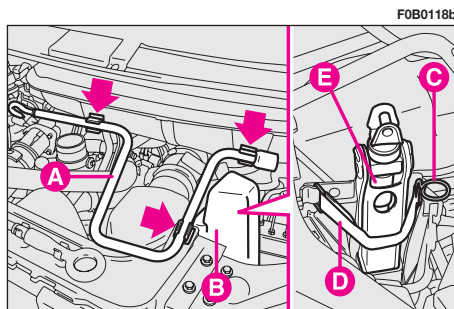

fig. 3
5) retire la palanca de accionamiento **A**-fig. 3;